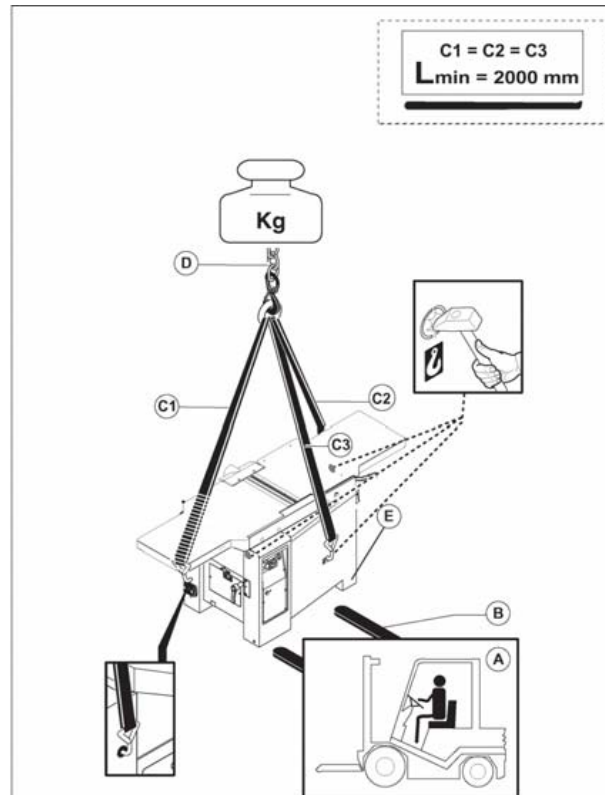

Fig. 4.1
- predisporre di tre cinghie (C fig. 4.1) aventi lunghezza e portata adeguata;
- agganciare le cinghie al carro ponte (D fig. 4.1) di portata adeguata;
- procedere all'assestamento delle cinghie (C fig. 4.1), muovendo il carro ponte con brevi spostamenti fino al raggiungimento della condizione di stabilità ottimale;
- predisporre un carrello elevatore (A fig. 4.1) di portata adeguata;
- inserire le forche (B fig. 4.1) come da figura (tenendole accostate ai due piedi (E fig. 4.1) e verificare che queste fuoriescano di almeno 15 cm dalla parte posteriore del basamento.